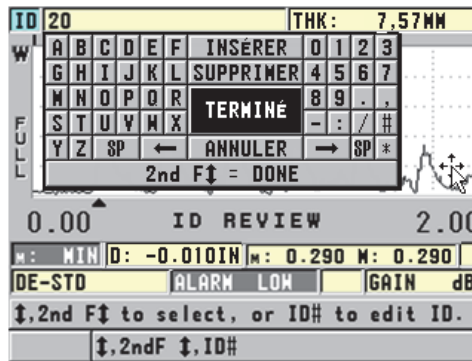

Figure 6-37 Mode de modification des identificateurs
4. Appuyez de nouveau sur les touches **[2nd F]**, **[FILE] (ID#)**, et puis modifiez la valeur de l'identificateur (voir la Figure 6-37 à la page 137).